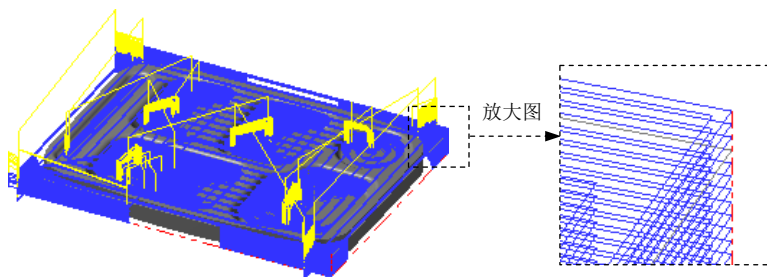

图 1.11 刀具路径
Step11. 单击“曲面粗加工挖槽”对话框中的 按钮，完成加工参数的设置，此时系统将自动生成图 1.11 所示的刀具路径。